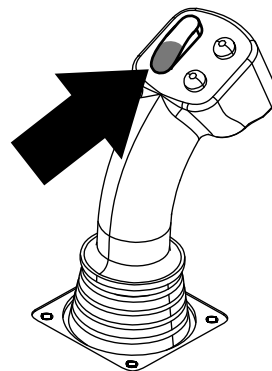
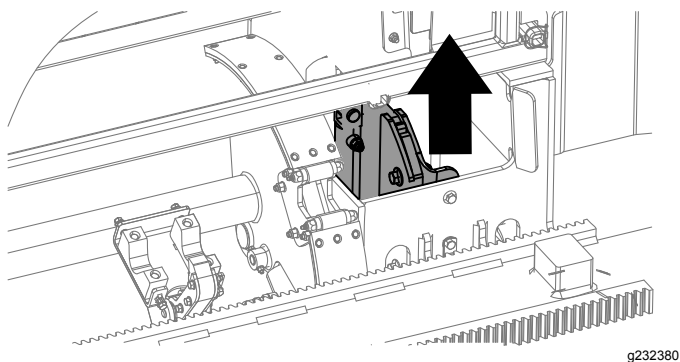

Figura 21
Figura 22
11. Pressione a parte inferior do seletor basculante (Figura 21) até que o elevador reposicione a haste de volta à caixa de hasteamento e o came seja rotacionado à posição inicial (Figura 22).